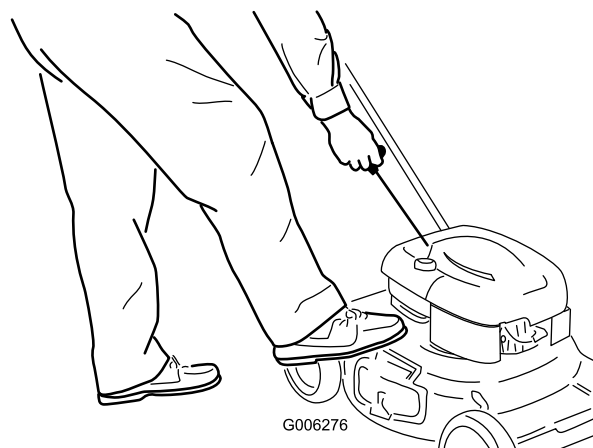

Figure 14
2. Tirez sur la poignée du lanceur (Figure 14).